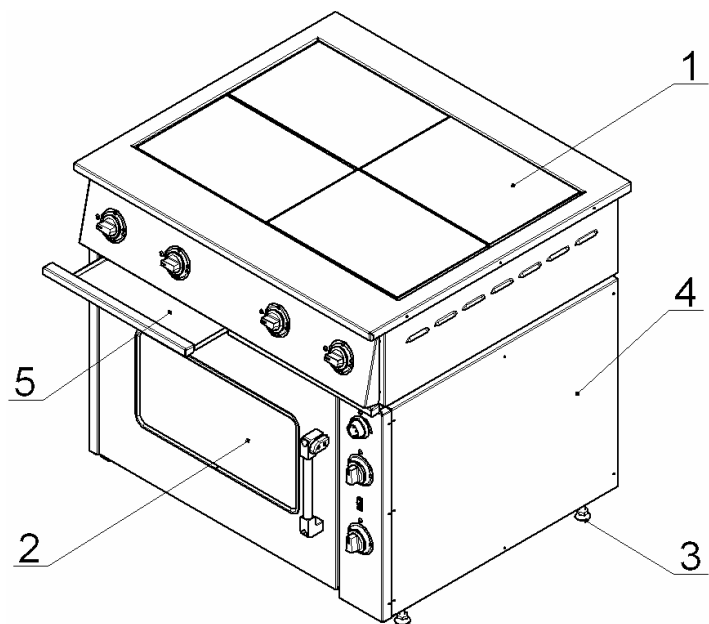
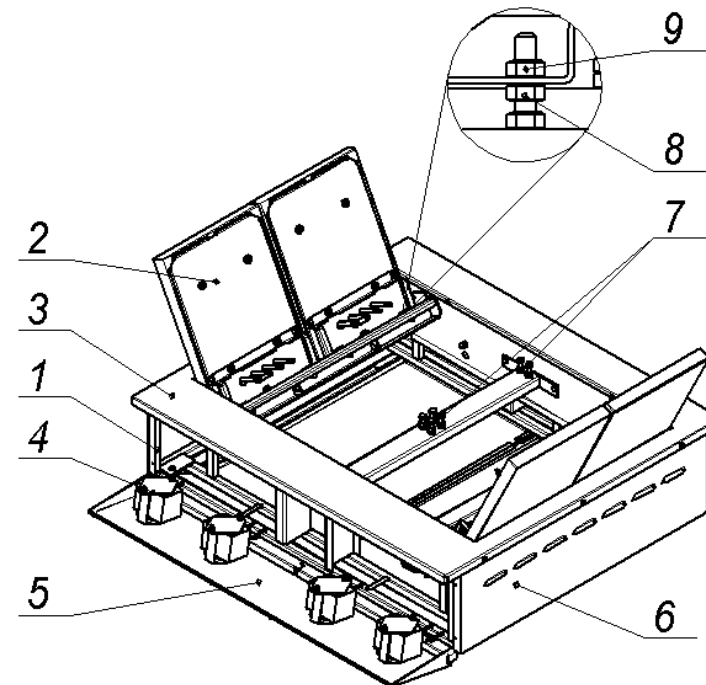
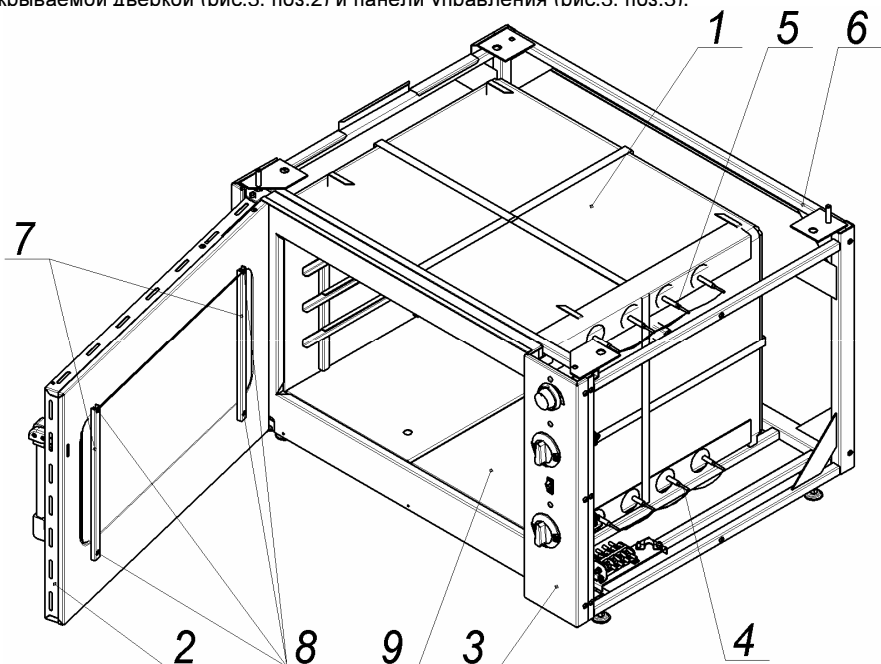
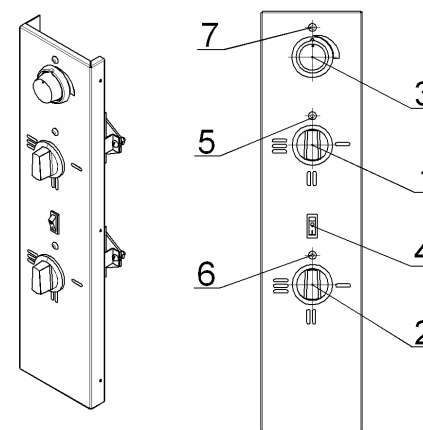

Рис.1
Рис. 2
Рис.3
Рис.4
Чтобы открыть приборную панель плиты, необходимо вынуть выдвижные поддоны (см. рис.1) и вывернуть винты крепления панели к каркасу плиты.
4.3 Собственно плита (рис.2) установлена на жарочный шкаф (рис.1. поз.2) и состоит из каркаса (поз.1), с закрепленными на нём конфорками (поз. 2), столом (поз.3), облицовочными (поз.6) и приборной панелью (поз.5).
4.3.3 Для обслуживания и санитарной уборки, плита оборудована (см. рис.1) выдвижными поддонами (поз.5), так же обеспечен (см. рис.2) свободный доступ к внутренним поверхностям плиты:
4.4 Жарочный шкаф состоит из тепловой (рабочей) камеры (рис.3 поз.1), закрываемой дверкой (рис.3. поз.2) и панели управления (рис.3. поз.3).
- Снять панель управления (рис.3, поз.3) или снять правую облицовочную панель (рис.1, поз.4);
- Снять панель управления (рис.3, поз.3) или правую облицовочную панель (рис.1, поз.4);
4.5 Приборы управления и светосигнальная арматура размещены (рис.4) на панели управления (рис.3 поз.3), которая расположена с правой стороны шкафа.
4.5.1 Ступенчатое регулирование мощности верхних и нижних ТЭНов осуществляется установкой ручек переключателей (поз.1 и 2) в фиксированные положения, обозначенные на панели управления символами I, II и III, что соответствует режимам нагрева ТЭНов: слабый, средний и сильный. При этом, мощность ТЭНов изменяется следующим образом: 0,75 – 1,5 – 3,0 кВт. Отключение ТЭНов производится установкой ручек переключателей в положение «0» (напротив сигнальных ламп рис.4, поз.5 и 6).
Установка и автоматическое поддержание необходимой температуры (от 50 до 300°C) в камере осуществляется терморегулятором (рис.4, поз.3).
Переключатели верхних и нижних ТЭНов, а также терморегулятор снабжены сигнальными лампами (рис.4, поз.5, 6 и 7).
- Открыть дверку и вынуть из камеры подовые короба (рис.3, поз.9);
7.4 Установите (по часовой стрелке) лимбом терморегулятора (рис.4, поз.3) температуру в камере шкафа, предусмотренную технологией приготовления продукта (должна загореться сигнальная лампа рис.4. поз.7).
7.5 Установите ручки переключателей (рис.4, поз.1 и 2) верхних и нижних ТЭНов в положения I, II или III (должны загореться сигнальные лампы рис.4, поз.5 и 6).
7.7 Для визуального контроля состояния приготавливаемых в камере продуктов, при закрытой дверке, включите клавишей (рис.4, поз.4) лампу подсветки камеры.